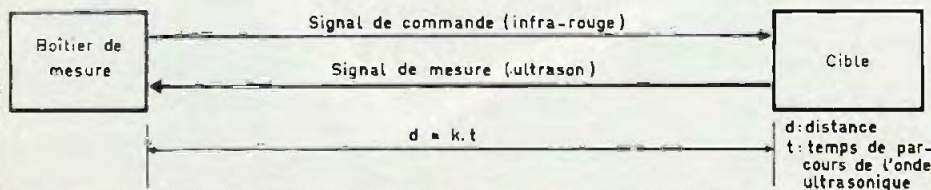

Fig. 1 Quelques rappels sur les ultrasons et principe de la télémétrie.
b) Principe de la mesure (fig. 1 et 2)